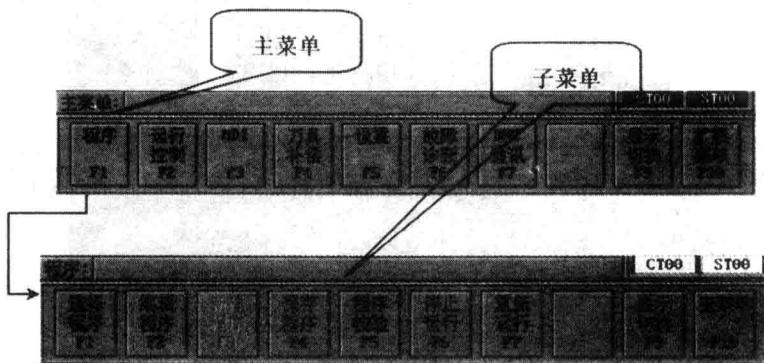

图 1-7 【程序】子菜单
- (1) 在主菜单界面中选择【程序】菜单，如图 1-7 所示。